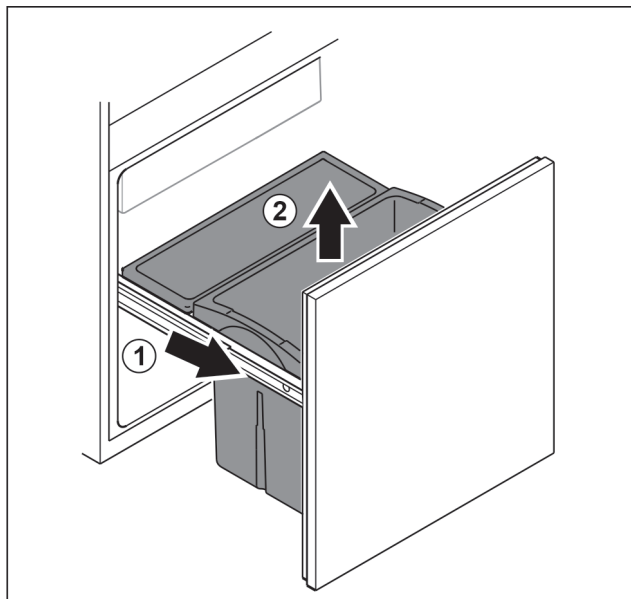

Fig. 98
- ▶ Estrarre il carrello estraibile fino all'arresto. Fig. 98 (1)
- ▶ Rimuovere il cassetto estraendolo verso l'alto. Fig. 98 (2)